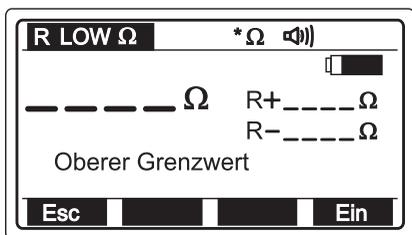

Bild 9: Einstellmenü für der Grenzwerte
- Zur Einstellung des Grenzwertes zuerst die Funktionstaste F2 (GW) drücken, um in das Einstellmenü für die Grenzwerte zu gelangen, siehe Bild 9: